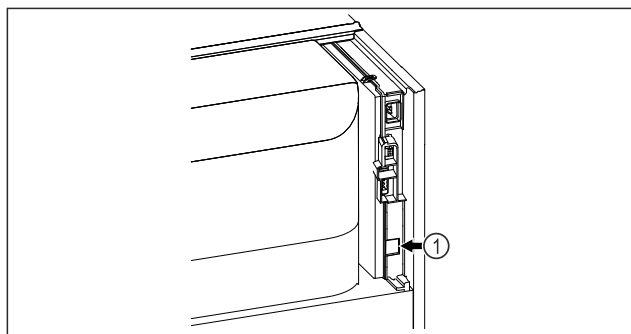

Fig. 129
- SmartModule Fig. 129 (1) se rabi.